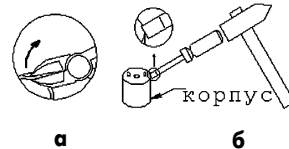

рис.24
**Разборка.** Крышка двигателя крепится к корпусу с помощью загнутых (наклепанных) лепестков. Для снятия крышки нужно их отогнуть отверткой или тонкими кусачками (рис.24,а). В крайнем случае, можно подпилить напильником места наклепки, но заклепывать потом придется в других местах.
**Сборка.** Поместить ротор в крышку, а потом аккуратно в корпус, чтобы не повредить щетки. Можно также сначала вставить ротор в корпус и с помощью иголок, пропущенных через отверстия в крышке, легонько отогнуть щетки и установить крышку в корпус двигателя. Загнуть лепестки или заклепать их можно с помощью молотка и (или) отвертки (рис.24,б). Заклепывать нужно осторожно, чтобы не повредить двигатель. Отреставрированный двигатель нужно проверить на отсутствие вибрации.